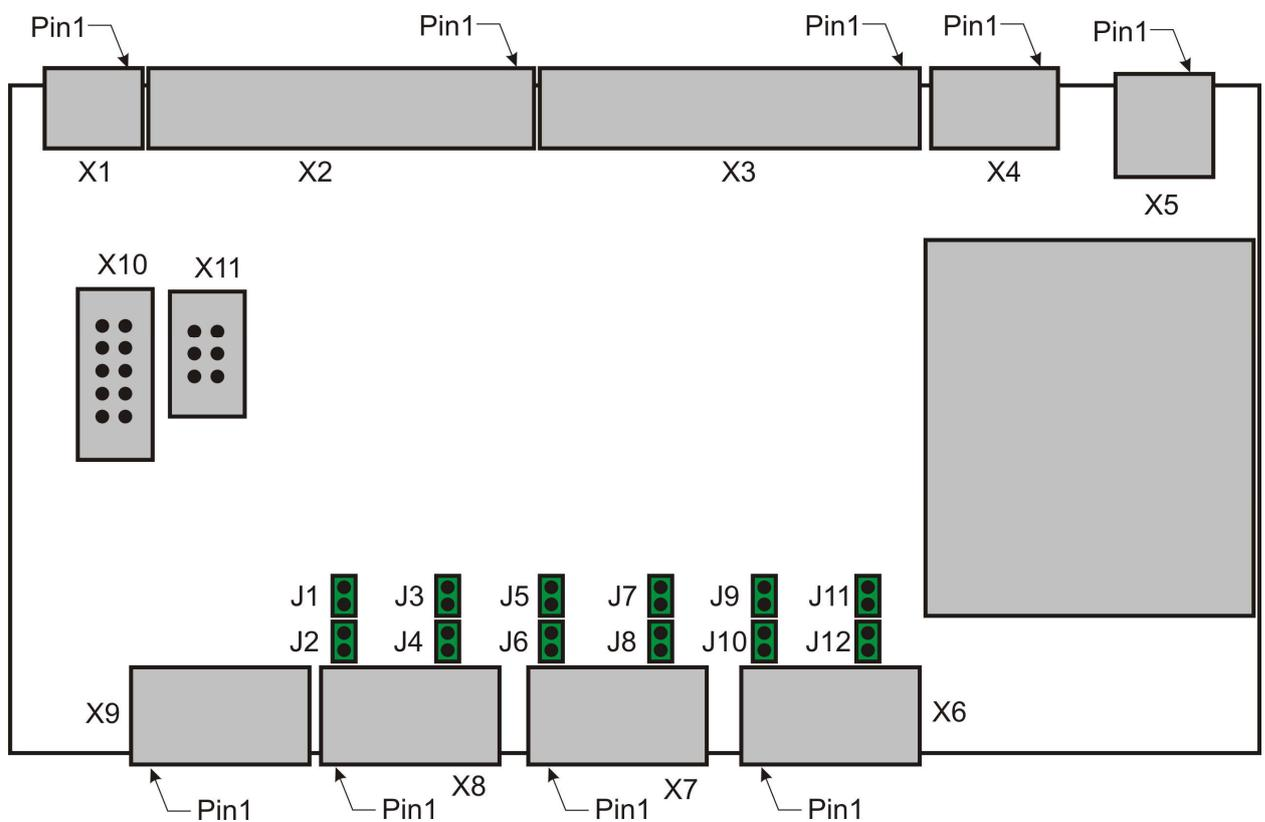

Рисунок 30 - Расположение джамперов на печатной плате
Снять верхнюю крышку модуля, отжав аккуратно защёлку корпуса (3) (Рисунок 4). Установить джамперы на плате согласно Таблица 5 и Рисунок 30. Установить крышку модуля на место.